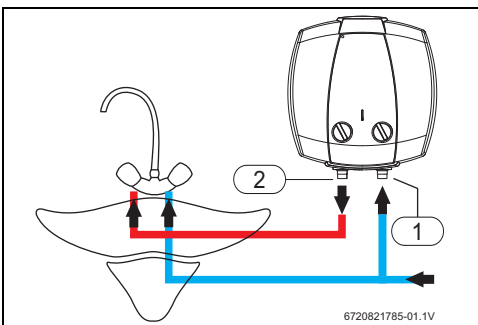

Fig. 7 Instalarea deasupra chiuvetei
- ▶ Marcați corespunzător țevile de apă rece și apă caldă pentru a preveni interschimbarea (→Fig. 7 și 8).